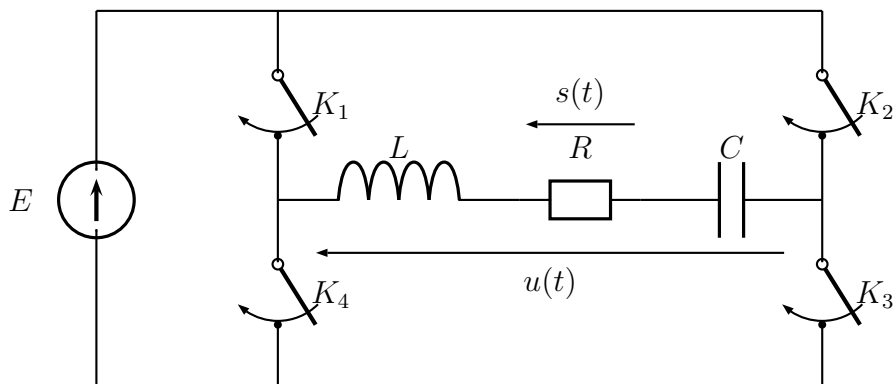

FIGURE 3 – Schéma électrique d'un onduleur.
Un onduleur permet de transférer l'énergie électrique des panneaux photovoltaïques, source d'énergie électrique continue, à une charge fonctionnant en alternatif. Le schéma du circuit électrique modélisant l'onduleur est représenté sur la figure 3.
4.2.5. Justifier que, par un choix judicieux des valeurs des composants, l'association RLC de la figure 3 est un filtre qui permet d'obtenir en sortie une tension  $s(t)$  sinusoïdale avec entrée la tension  $u(t)$ . Quelle est la nature de ce filtre ?